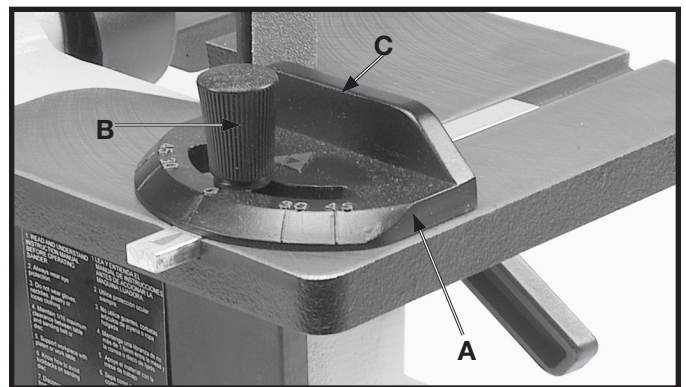

Fig. 33
Une jauge à onglets (A) fig. 33, est livrée avec la ponceuse et s'utilise sur la table pour ponceuse à disque, comme indiqué, ou sur la table pour ponceuse à courroie. Régler la jauge à onglets jusqu'à 45 degrés à droite ou à gauche. Desserrer le bouton de verrouillage (B), incliner le corps de la jauge à onglets (C) à l'angle souhaité puis serrer le bouton de verrouillage (B).